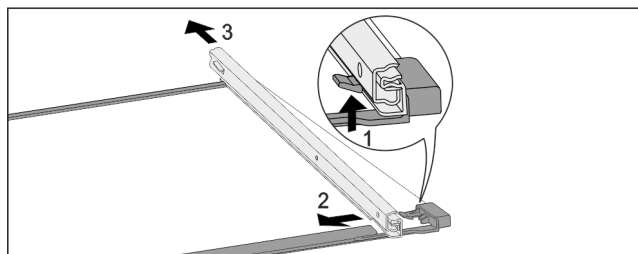

Fig. 177 Glasplatte mit Schienen
- ▶ Vorderen Rasthaken nach oben drücken. Fig. 177 (1)
- ▶ Auszugsschiene zur Seite Fig. 177 (2) und nach hinten Fig. 177 (3) wegschieben.